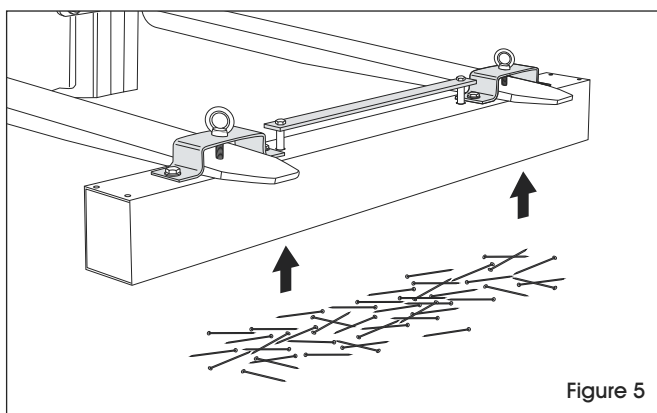

Figure 5
3. Déplacez le chariot élévateur afin que la balayeuse magnétique se trouve au-dessus des débris métalliques à ramasser. (Voir Figures 5 et 6)